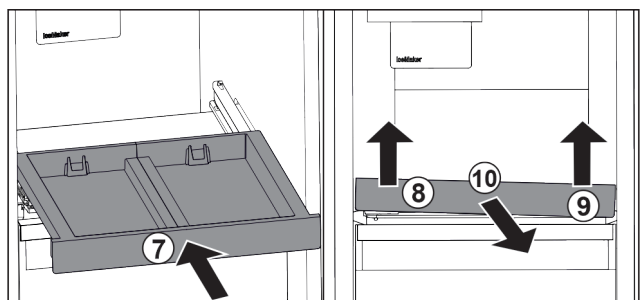

Fig. 106
- ▶ Inserire il ripiano estraibile. Fig. 106 (7)
- ▶ Sollevare il ripiano estraibile dalla parte anteriore a sinistra. Fig. 106 (8)
- ▶ Sollevare il ripiano estraibile dalla parte anteriore a destra. Fig. 106 (9)
- ▶ Rimuovere il ripiano estraibile tirandolo in avanti. Fig. 106 (10)